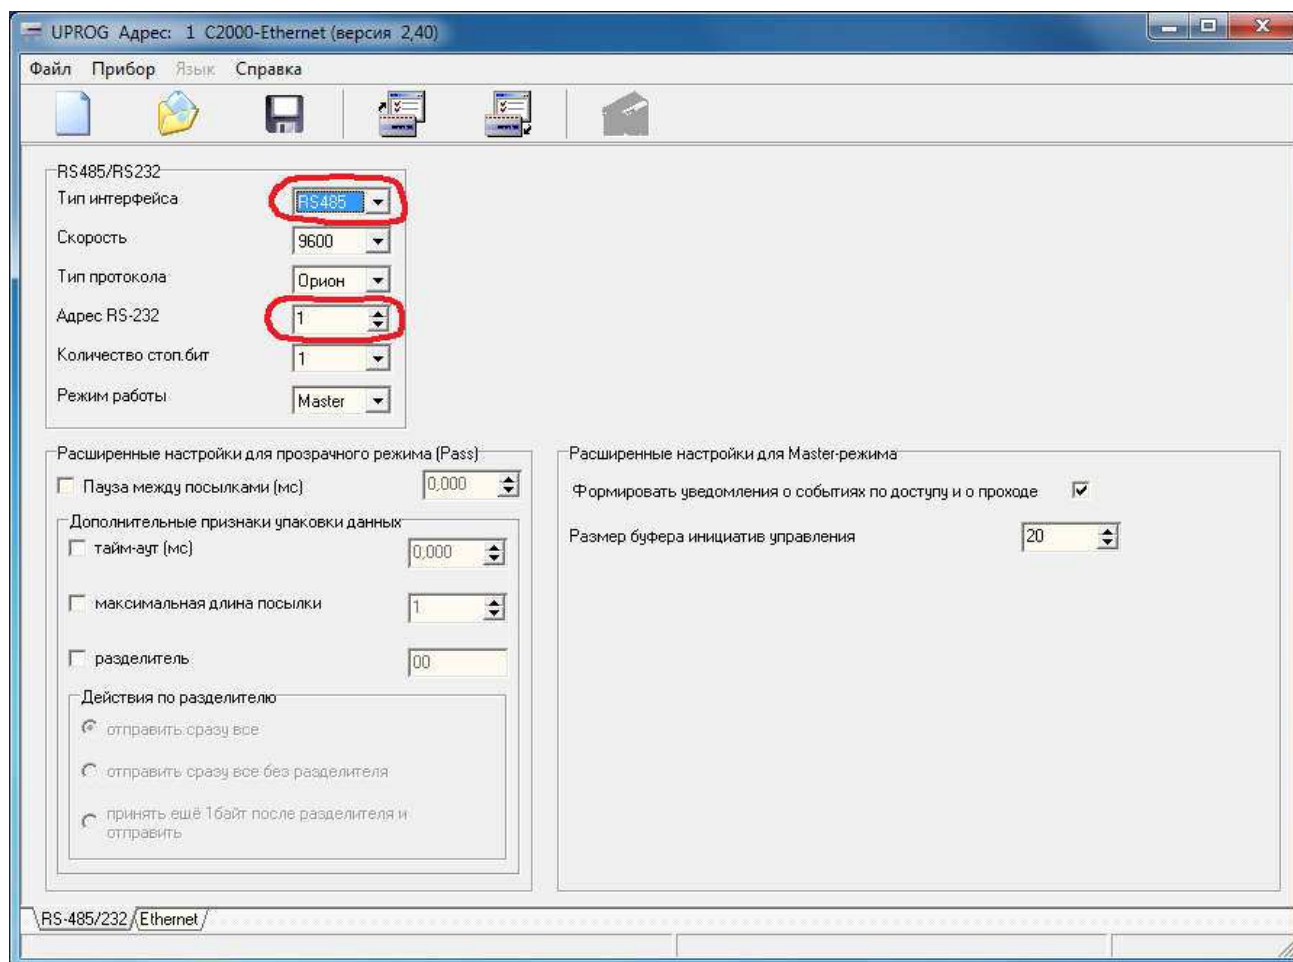

Рис.4. Параметры настройки C2000-Ethernet, страница RS-485/232.
- 4) Выбрать нужный прибор «С2000-Ethernet» в списке и нажать кнопку «Выбрать». Конфигурация «С2000-Ethernet» загрузится и станет доступной для редактирования (см. рисунок 4);
При редактировании параметров конфигурации прибора, устанавливается номер COM-порта. Он указывается в параметре «Адрес RS-232» (см. рисунок 4).
После выполнения конфигурирования джампер прибора выставляется в любой режим работы отличный от «Config». Реальный режим работы прибора задаётся в параметрах конфигурирования на странице RS-485/232 (см. рисунок 4). Его нужно установить значением «Master».